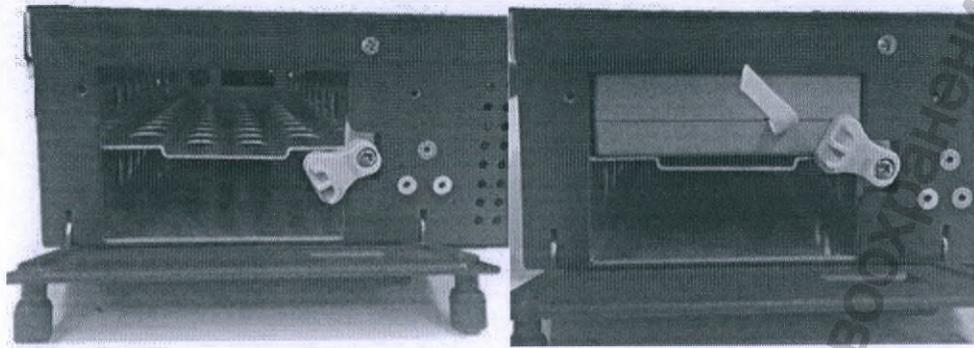

Рис. 6.3.2. Поворот держателя батареи и установка первой литий-ионной батареи
3. Переместите держатель батареи (см. рис. 6.3.2) вверх или вниз и вставьте две батареи внутрь соответствующим образом. При установке литий-ионной батареи, сторона с маркировкой должна быть обращена вниз.